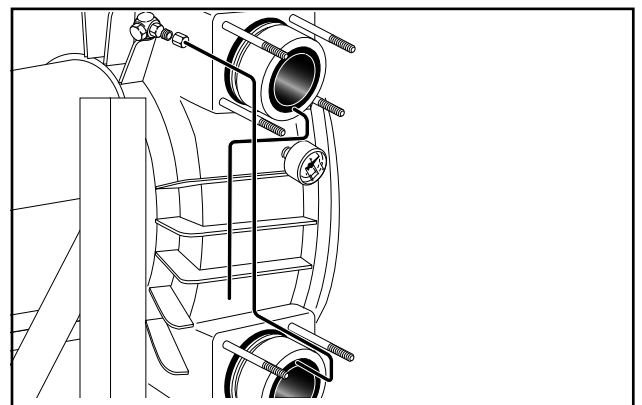

Fig. 24 Lille afluftningsrør
3. Det lille afluftningsrør på sugesiden erstattes med en anden version og forbindes med vinkelforskrningen på pumpens bagside. Det lille afluftningsrør på tryksiden føres ud i det fri (fig. 24).